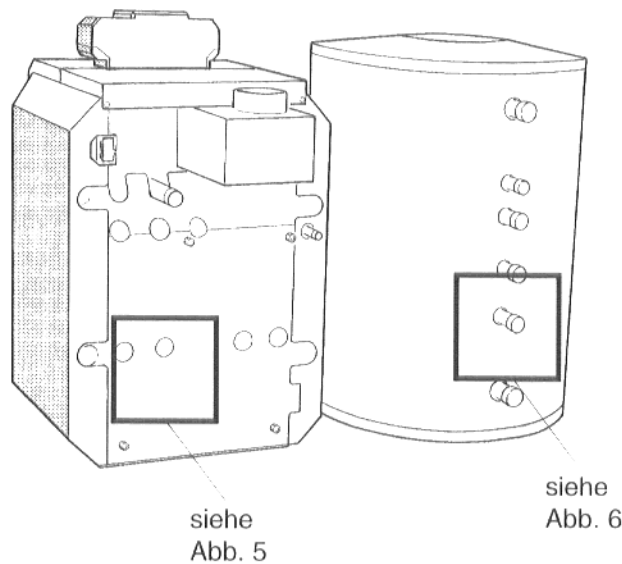

Abb. 4: Rückansicht vor Montage
- Schutzkappe vom Speicherrücklauf des Kessels entfernen (Abb. 4 und 5).
- Verschlußdeckel von T-Stück (Lieferumfang Kessel) abschrauben, Flachdichtung in die Überwurfmutter des T-Stücks einlegen und T-Stück am Speicherrücklauf des Kessels festschrauben (Abb. 4 und 5).
- Flachdichtung in die Überwurfmutter eines Winkels einlegen und Winkel am T-Stück festschrauben (Abb. 4 und 5).
- Flachdichtung in die Überwurfmutter eines Metallwellschlauchs einlegen, Metallwellschlauch vorformen und am Winkel festschrauben (Abb. 4 und 5).
- Flachdichtung in die Überwurfmutter eines Winkels einlegen und Winkel am Speicherrücklauf festschrauben (Abb. 4 und 6).
- Flachdichtung in die zweite Überwurfmutter des Metallwellschlauchs einlegen und Metallwellschlauch am Winkel festschrauben (Abb. 4 und 6).